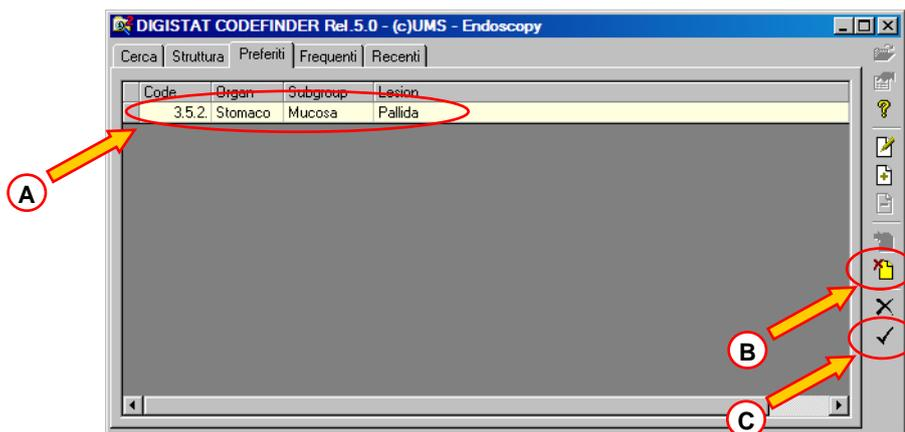

Fig 65 - Preferiti
Il pannello “Preferiti” (Fig 65) mostra la lista dei codici indicati come preferiti.
Il codice sarà così aggiunto alla lista “Preferiti” (Fig 65 A).
3. cliccare il pulsante  (Fig 65 B).
2. Cliccare il pulsante  indicato in Fig 65 C.